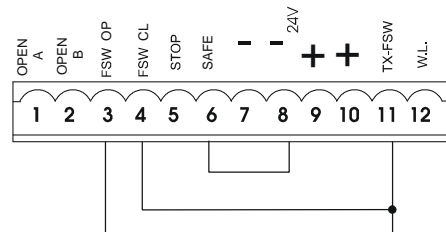

Fig. 26
N.B. Si on n'utilise aucun dispositif de sécurité, ponter les bornes d'après la fig. 26.
Nota bene: Si on ne connecte aucun dispositif de sécurité en ouverture, ponter les entrées FSW OP et -TX FSW (fig. 26).
Nota bene: Si on ne connecte aucun dispositif de sécurité en fermeture, ponter les bornes FSW CL et -TX FSW (fig. 26).
Nota bene: Si les dispositifs de sécurité bord ne sont pas connectés, ponter les entrées SAFE et -. (fig. 26).